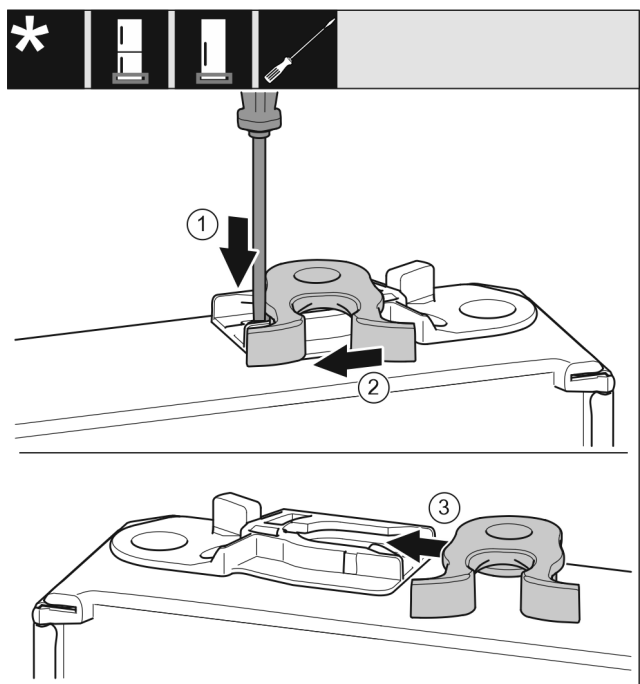

Fig. 46 *
- Plochým šroubovákem přitlačte lamelu *Fig. 46 (1)* dolů.*
- Vytáhněte petlici *Fig. 46 (2)* z vedení.*
- Petlici *Fig. 46 (3)* zasuňte do vedení na druhé straně.*